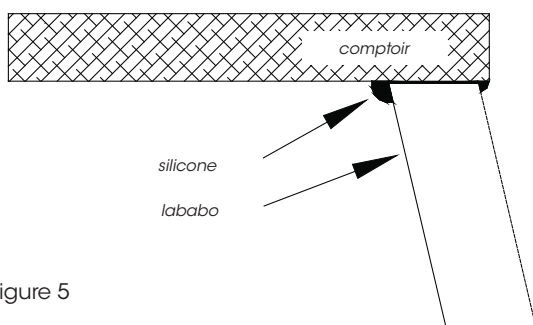

Figure 5
- Positionner le lavabo sous le comptoir et exercer une pression pour qu'il y ait une bonne adhésion entre les 2 surfaces de contact. (Figure 5)